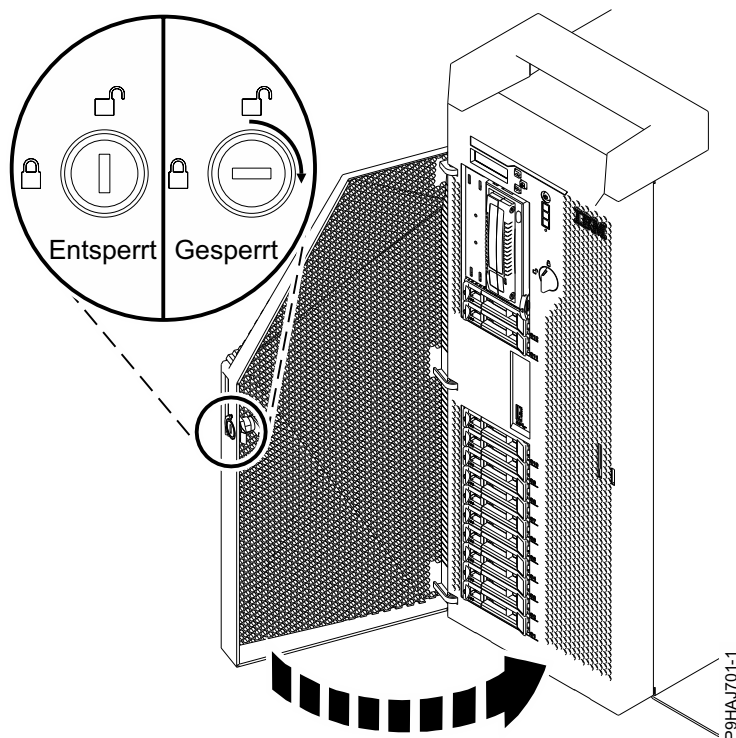

Abbildung 25. Vordere Klappe verriegeln
5. Schließen Sie die vordere Klappe. Stecken Sie den Schlüssel der vorderen Klappe in das Schloss (siehe Abb. 25 auf Seite 43). Drehen Sie den Schlüssel nach rechts (im Uhrzeigersinn), um die Klappe zu verriegeln. Horizontal bedeutet, dass die Klappe gesperrt ist; vertikal, dass sie entsperrt ist.